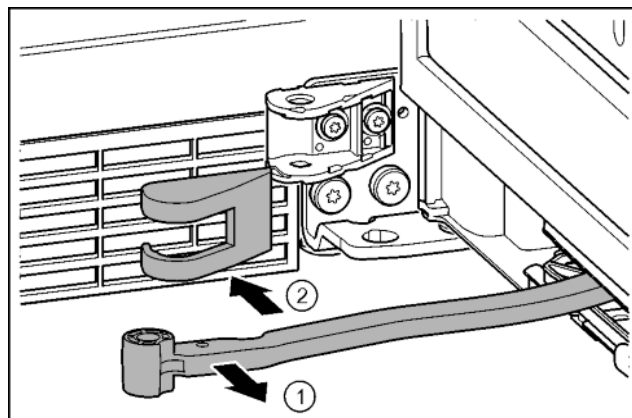

Fig. 18
- ▶ Przegub obrócić w kierunku drzwi. Fig. 18 (1)
- ▶ Usunąć osłonę płytki zawiasu. Fig. 18 (2)